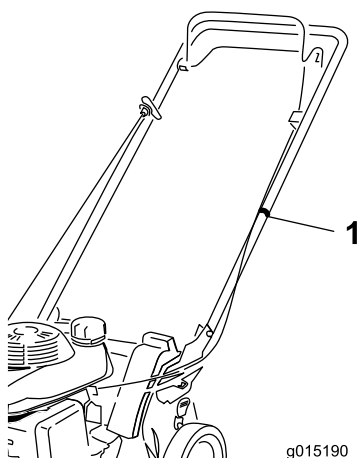

Figura 8
6. Sujete los cables sueltos al manillar (Figura 8) usando el sujetacables de la bolsa de piezas sueltas.